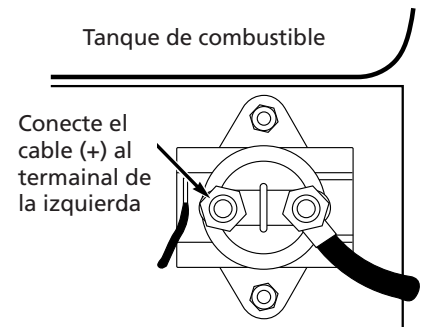

Figura 2 - Solenoide del arrancador
3. Conecte el cable positivo (rojo) de la batería al terminal izquierdo y colóquele la tuerca de 6,4 mm Después de apretarla con la mano, déle otra vuelta completa (Vea la Figura 2).